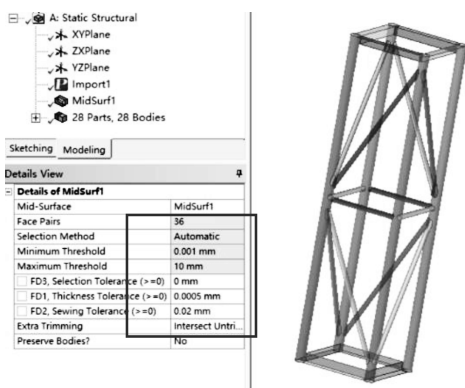

图 4-50 模型抽取中面
(1) 对模型抽取中面: 首先转换单位, 单击菜单栏【Units】→【Millimeter】。单击菜单栏【Tools】→【Mid-Surface】, 【MidSurf1】→【Detail View】→【Selection Method】选取【Manual→Automatic】; 【Minimum Threshold】= 0.001mm, 【Maximum Threshold】= 10mm, 其他默认; 【Find Face Pairs Now】选取【No→Yes】, 可见选中所有抽取面对。在工具栏中单击【Generate】完成抽取中面, 如图 4-50 所示。